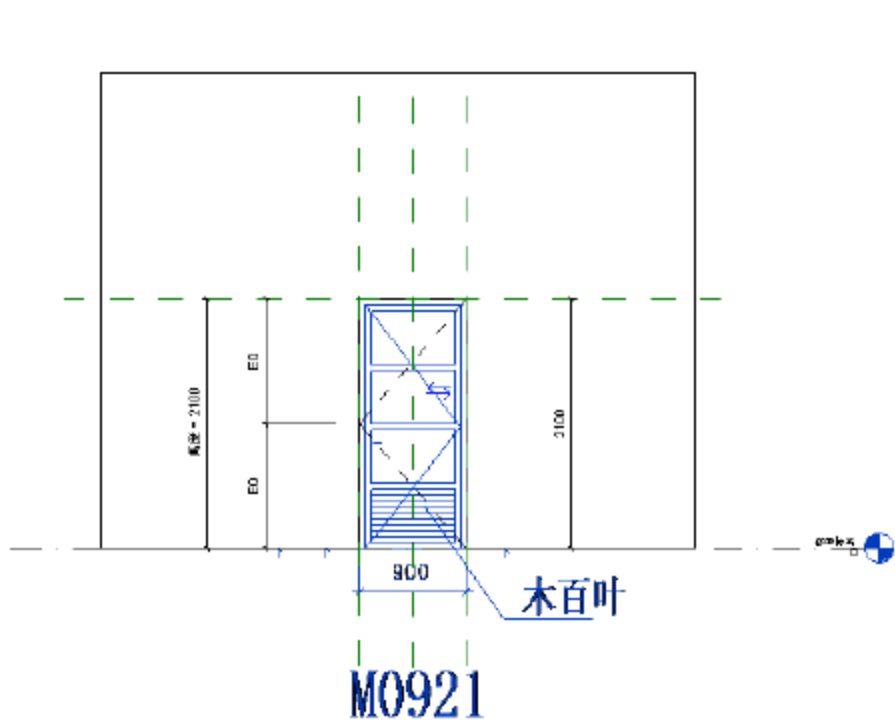

图 6.1.9 调整后的 M0921.dwg
(8) 调整 CAD 图形。单击导入的“M0921” CAD 图形。按快捷键 M+V，将导入的 CAD 图形移动至如图 6.1.9 所示位置。